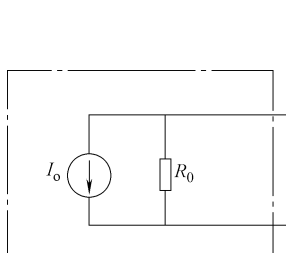

图 4-100 电流源等效电路
2) 恒流源内阻特性。如图 4-100 所示是电流源等效电路， $R_0$  是电源的内阻， $R_0$  与电流源并联。从电路中可以看出，当内阻  $R_0$  越大时，内阻  $R_0$  对电流源的分流影响越小，对电源的输出电流影响越小。当内阻  $R_0$  大到无穷大时，就是恒流源。